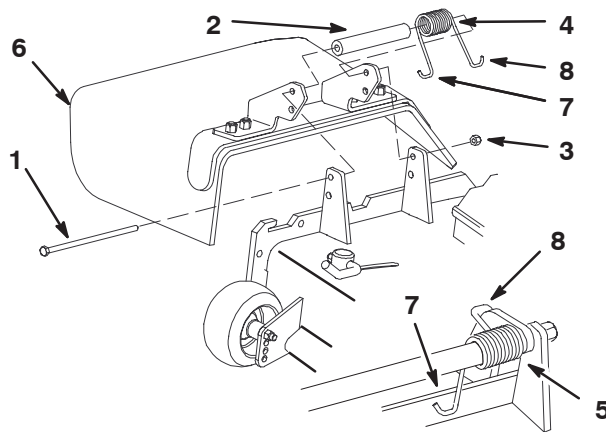

Bild 20
1. Legen Sie das Distanzstück und die Feder zwischen die Ablenkblechhalterungen (Bild 20). Positionieren Sie das linke Hakenende der Feder hinter der Kante des Mähwerks.
Hinweis: Stellen Sie sicher, dass sich das linke Hakenende der Feder hinter der Mähwerkkannte befindet, bevor Sie die Schraube einführen, siehe Bild 20.
2. Setzen Sie die Schraube und Mutter ein. Legen Sie das rechte Hakenende der Feder um das Ablenkblech (Bild 20).